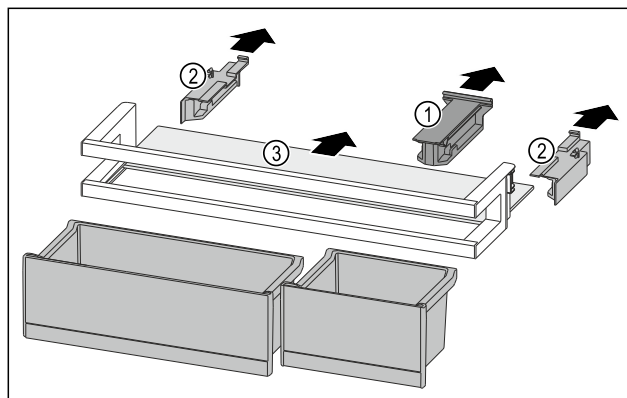

Fig. 92
- Zdjąć element trzymający Fig. 92 (1).
- Zdjąć elementy boczne Fig. 92 (2).
- Wyjąć półkę Fig. 92 (3).